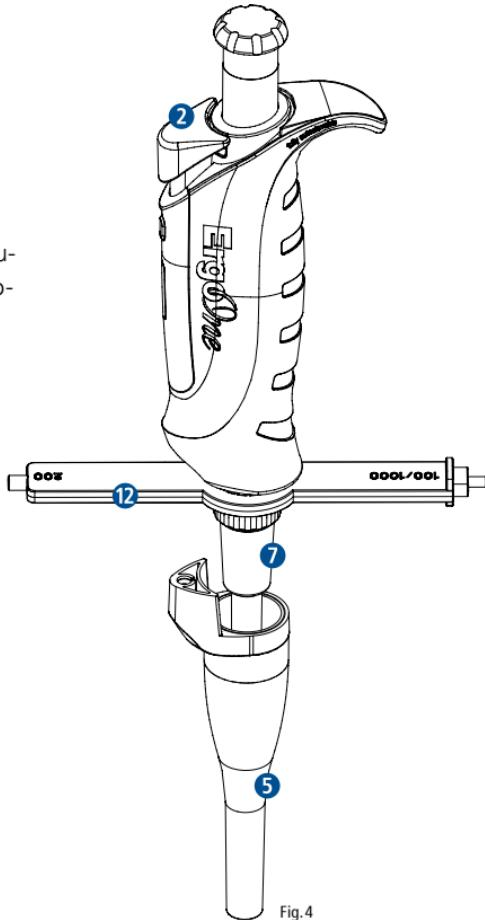

Fig.4
- Enfoncez entièrement le bouton d'éjection ② et retirez le tube d'éjection ⑤ par le bas (Fig. 4).
- Desserrez avec précaution le cône de la pipette ⑦ à l'aide de l'outil auxiliaire ⑬ en le tournant en sens horaire des aiguilles d'une montre (le retrait du cône des pipettes ErgoOne® de 5 ml s'effectue sans outil auxiliaire).